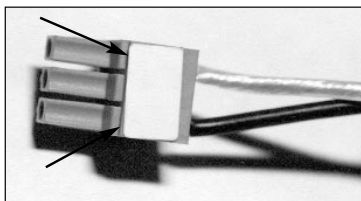

Figura 2 Connettore di alimentazione
1. Disinserire il connettore (FIGURA 2) dal modulo AutoTracker.